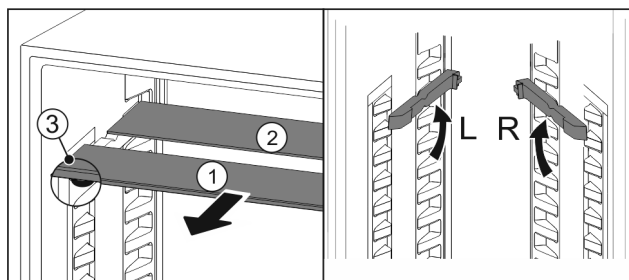

Fig. 133
- Glasplatten einzeln nach vorne herausziehen Fig. 133 (1).
- Glasplatte Fig. 133 (1) mit Zierleiste liegt vorne.
► Stopps Fig. 133 (3) zeigen nach unten.